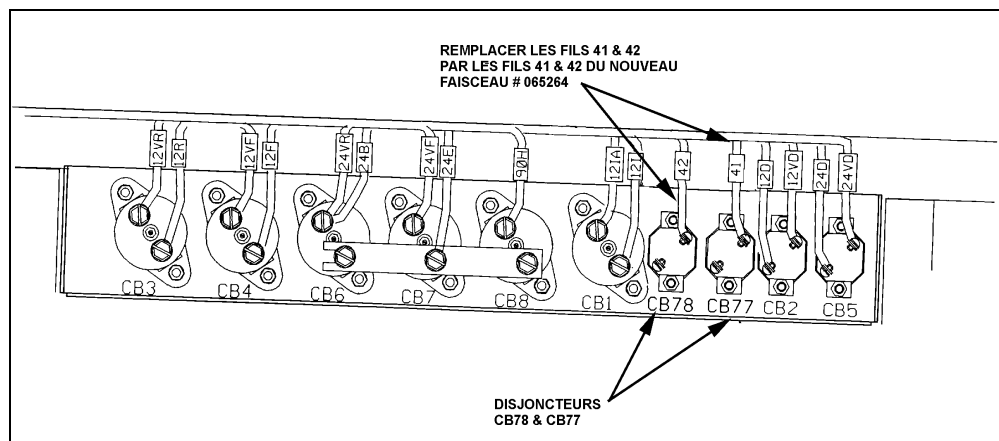

Figure 7 : vue arrière du panneau des disjoncteurs. Les bornes des disjoncteurs voisins sont sous tension, procéder avec précaution.
5. Lire l'avertissement qui suit. Déconnecter et retirer les fils 41 et 42 aux bornes des disjoncteurs CB77 et CB78 (figure 7).
12. Dans le compartiment principal d'alimentation, connecter les fils 41 et 42 du nouveau faisceau aux bornes des disjoncteurs CB77 et CB78 (figure 7).